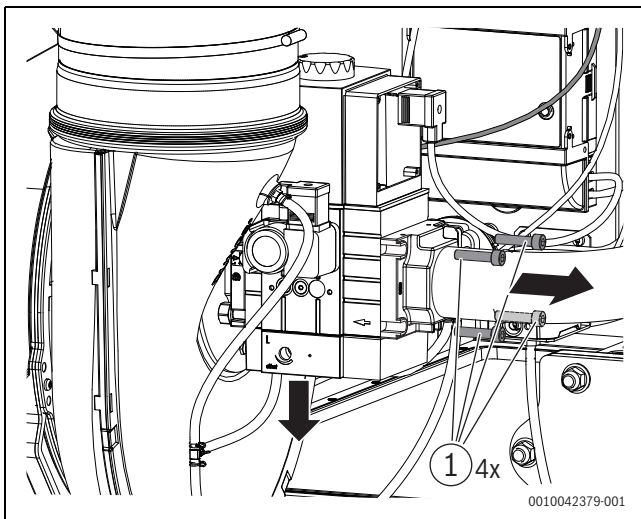

Рис. 48 Отсоединение винтов на газовой арматуре
► Отсоедините газовую трубу на газовой арматуре. Для этого удалите 4 винта на фланце (→Рис. 48).